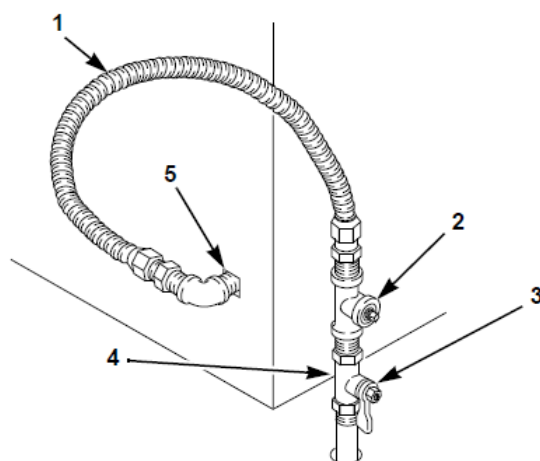

Рисунок 11
**ПРИМЕЧАНИЕ: Отсечной вентиль должен быть установлен на расстоянии не более 1,8 метров от машины. Должна быть установлена пробка для трубок со стандартной трубной резьбой (NPT) на 1/8 дюйма для измерения давления на выходе. Смотрите Рисунок 11.**